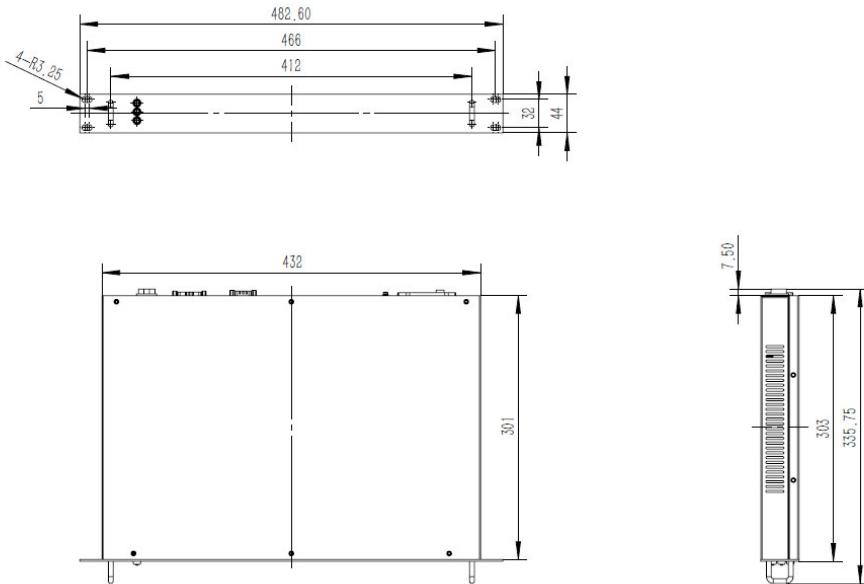
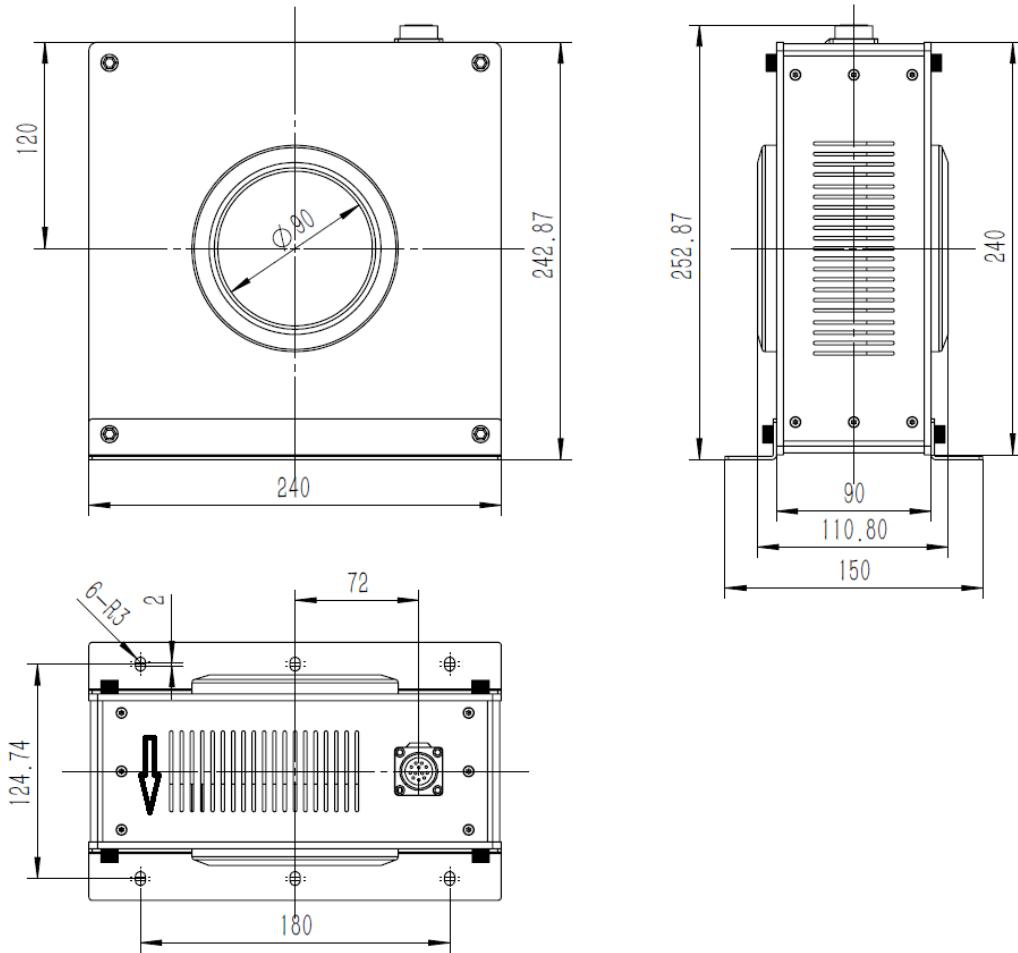

图 1 主机外形尺寸
图 2 探头尺寸图
7.1. 主机和探头外形及尺寸图(见图 1 和图 2 单位 : mm)